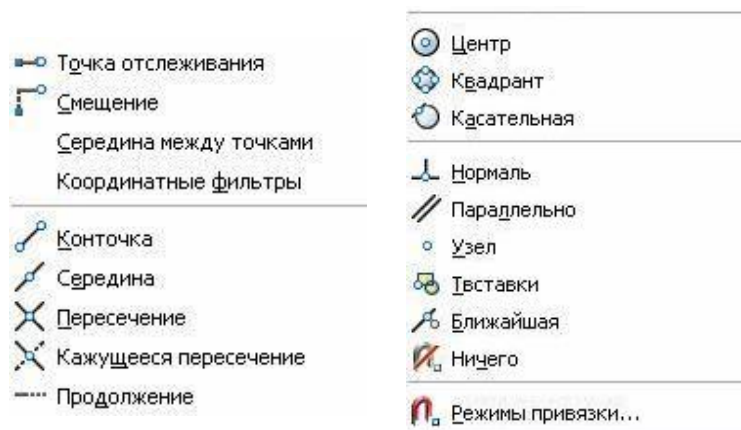

Рисунок 1
- Нажать кнопку объектной привязки на панели «**Объектная привязка**», рисунок 1.